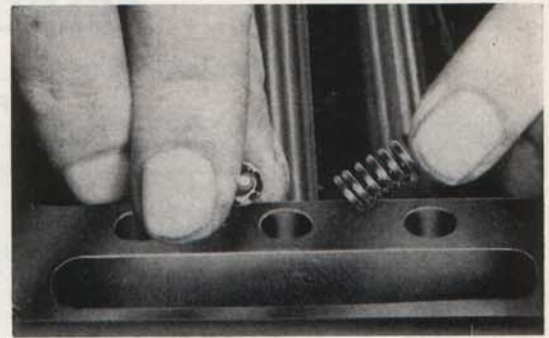

Bild 39. Montering av spärrkuler och fjädrar.
9. Placera spärrkuler och fjädrar på sina platser, se bild 39. Montera växellådslocket. Kontrollera att alla växlar går att lägga i och ur.